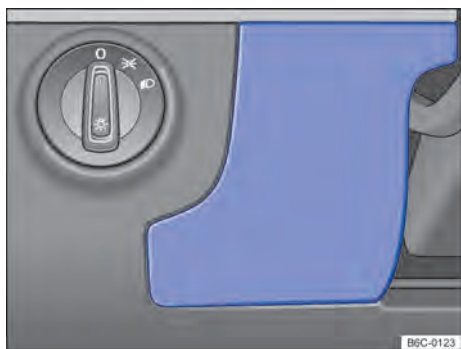

Fig. 136 No lado do condutor do painel de instrumentos: cobertura da caixa de fusíveis.
- Segurar a cobertura da caixa de fusíveis → Fig. 136 e puxar para frente.